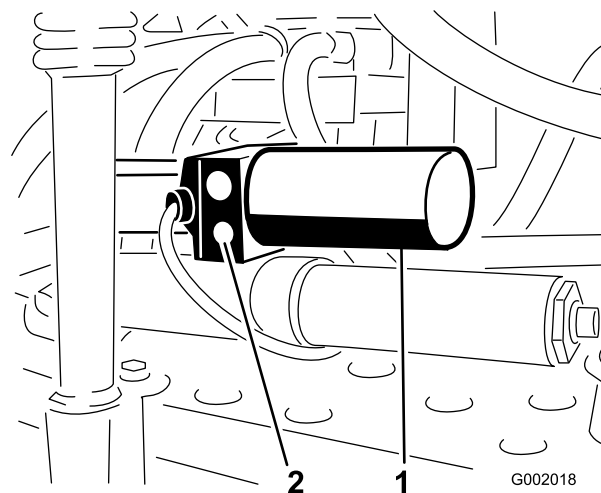

Figura 61
1. Coloque a válvula de descarga manual no accionador para cada rampa. A válvula de descarga manual é a válvula de descarga mais pequena e encontra-se num dos lados do corpo do accionador (Figura 61).